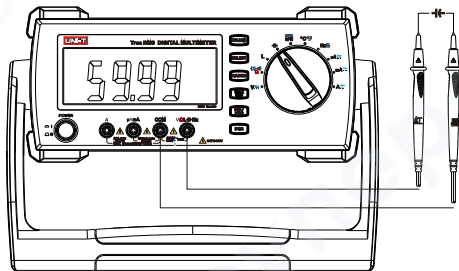

图5
- 将红表笔插入"C"插孔, 黑表笔插入"COM"孔(如图5)。